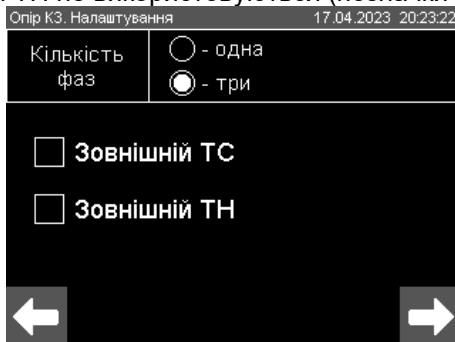

Рисунок 6.41
3) В вікні налаштувань режиму, що з'явиться на екрані (рисунок 6.41), задати параметри режиму:
Процедура випробувань подібна описаній вище, з тією відмінністю, що у вікні налаштувань режиму (рисунок 6.41) слід поставити позначку у рядку «Зовнішній ТС» після чого ввести потрібне значення коефіцієнтів трансформації цих ТС.